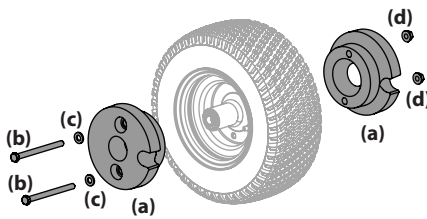

Figure 4-16
2. Retirez les deux poids de 25 livres (a) de chaque roue en desserrant les deux boulons (b), les rondelles (c) et les écrous autobloquants (d) qui retiennent les poids à la jante. Voir Figure 4-16.